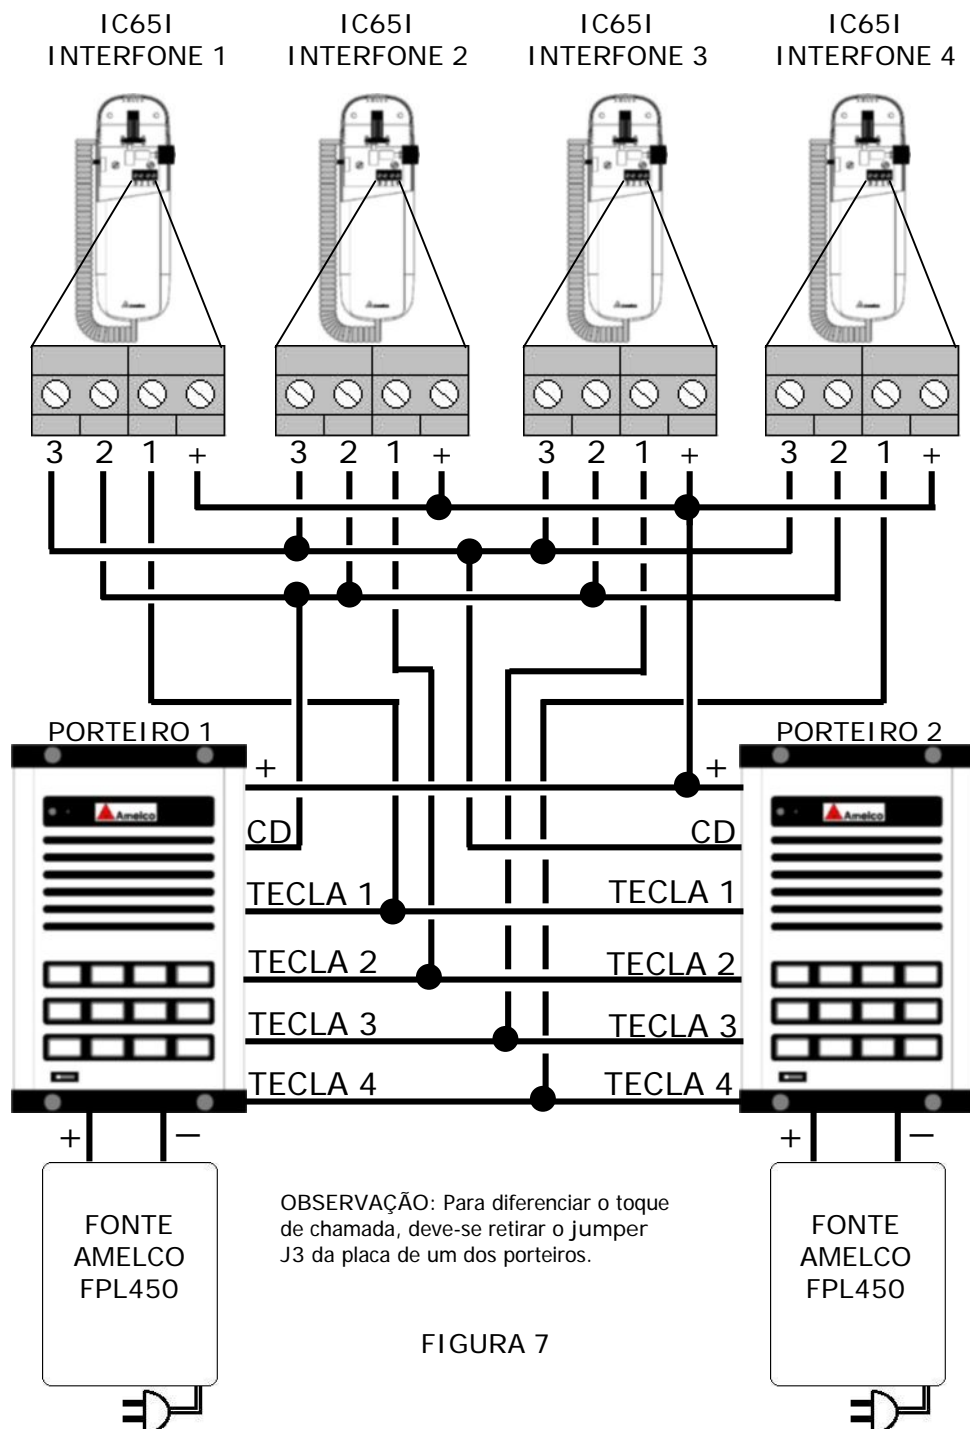

FIGURA 7
Esta integração utiliza interfones IC65I ou IC55I. O interfone IC65I possui 4 terminais para ligação dos fios, são eles: (+), (1), (2) e (3). A interligação do sistema deve ser feita como segue (vide FIGURA 7):
- No terminal (1), ligar o fio individual vindo da tecla dos porteiros;
- No terminal (2), ligar o fio vindo do terminal (CD) do porteiro 1 (este fio é ligado no (2) de todos os interfones);
- No terminal (3), ligar o fio vindo do terminal (CD) do porteiro 2 (este fio é ligado no (3) de todos os interfones);